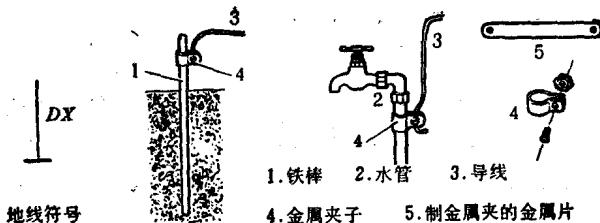

图 2-3
(2) 地线 地线的符号和装置方法见图 2-3，它是一条把收音机电路和大地连接起来的导线。用长约 1 米的铁棒，插入地里，再用导线引入室内和收音机相接。插铁棒的地方还应该浇一点水，使铁棒和大地间导电良好。在有自来水设备的地方，装置地线就更方便了，只要用一根导线把收音机电路和水管连接起来就可以了。